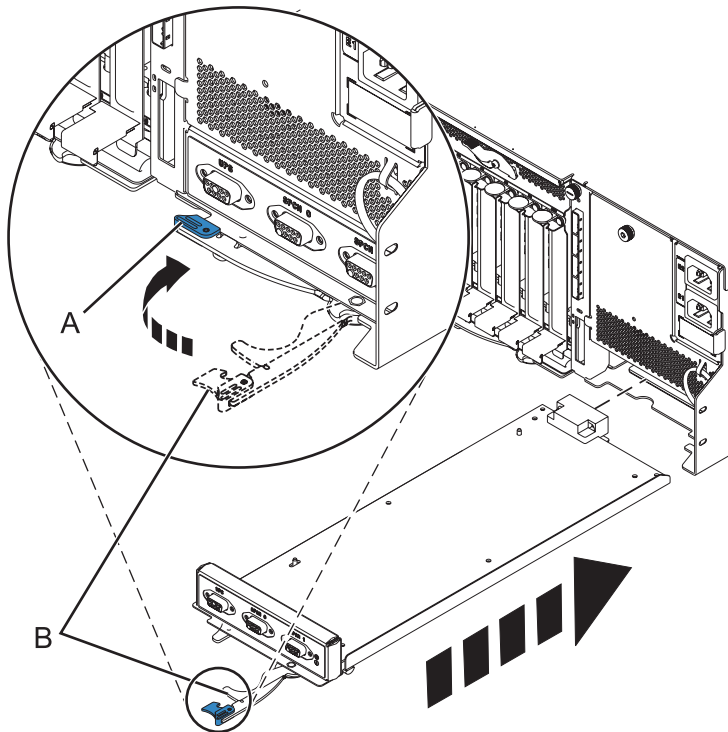

Figure 58. Remplacement du contrôleur de gestion du boîtier
6. Insérez avec précaution le contrôleur de gestion du boîtier dans le système et fermez le loquet (A), comme indiqué dans la figure 58.